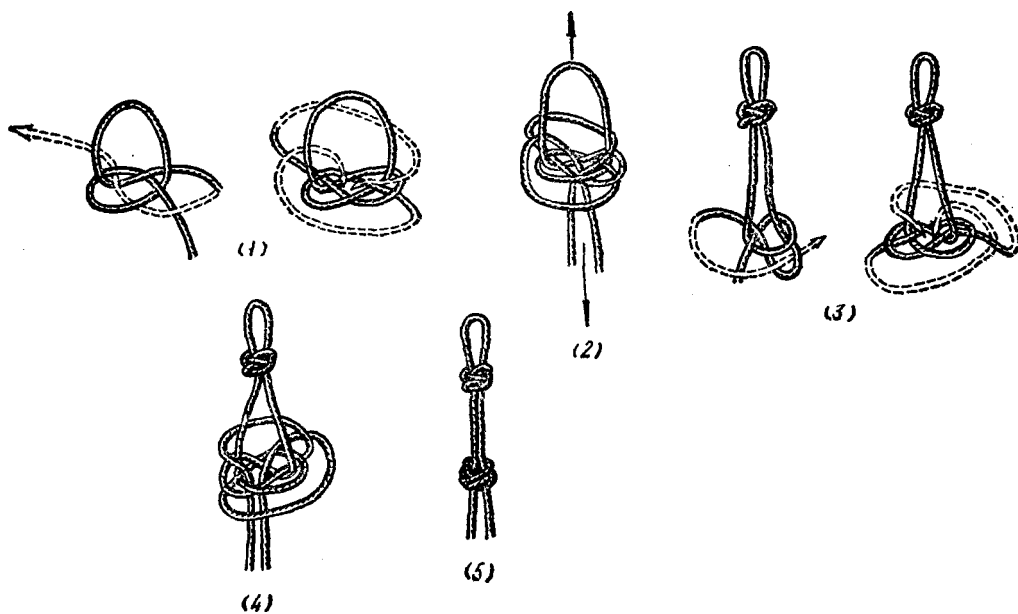

图 1-40 拖把结 (手抹布结)
编法：准备一根周长 19 毫米的棉纱绳，其长度约 60 厘米，两手握住绳的中段，左手绳放在右手绳的上面，成一环状，然后把右手的绳提上来放在绳环中间，成双环状，再把右手的绳头顺时针方向在第一个绳环下面从第二个绳环的中间穿出来，如图 1-40(1) 所示，再把两端绳头朝顺时针方向绕半圈各插入中间空隙中收紧，如图 1-40(2) 所示，再取任一绳头从上下压作一绳环，另一绳头朝相对的方向压在绳环上面，朝反时针方向从第一个绳环下面穿过第二个绳环后收平，如图 1-40(3) 所示，两端的绳头仍朝反时针方向绕半圈各插入中间的空隙中收紧，如图 1-40(4) 所示，二个结与结之间的距离约 5 厘米左右，见图 1-40(5)。